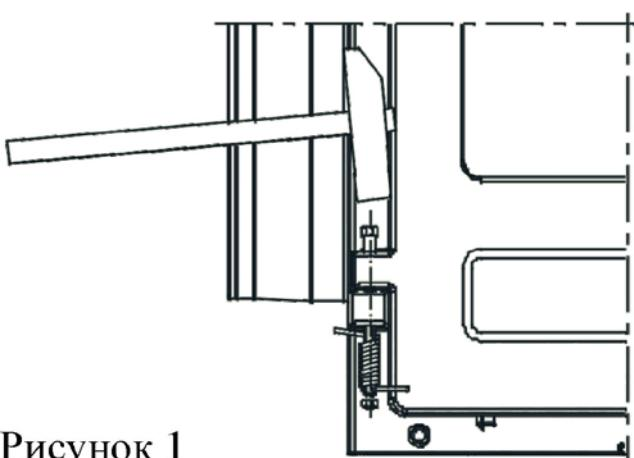

Рисунок 1
- Закройте дверь, снимите переднюю панель, снимите штифт из нижней петли, вставьте винт, чтобы он выступал около 15 мм из шарнира. Закрепите пружину на винте и натяните ее за один конец, уперев его в край двери. Удерживая пружину в этом положении, нажмите на винт и завинтите гайку (смотри Рисунок 1).